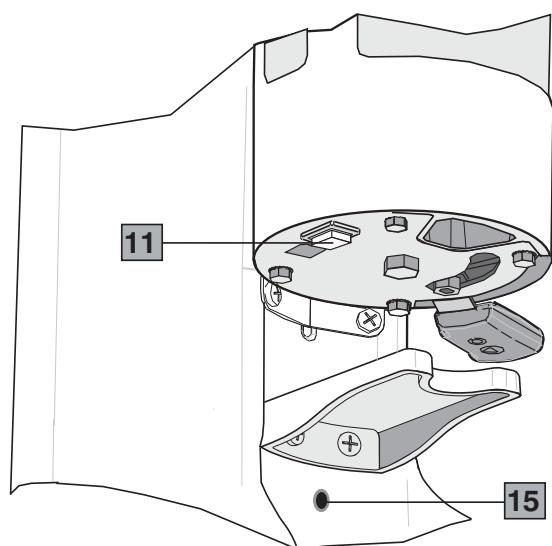
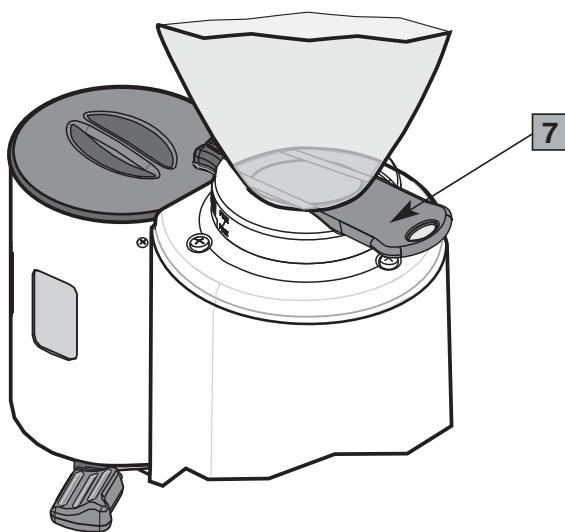

Fig. 3
Fig. 4
L'apparecchio non si accende.	<ul style="list-style-type: none"> • Controllare che la spina sia inserita. • Controllare che l'interruttore di protezione a muro sia acceso. • Controllare che l'interruttore dell'apparecchio sia su ON. • Se il problema si manifesta dopo un lungo periodo di uso intensivo, è possibile che il motore sia in protezione termica! Attendere almeno 20 minuti e riprovare. Si può ridurre il tempo di attesa posizionando l'apparecchio in un posto fresco. • Se il problema si manifesta in seguito ad un sovraccarico è possibile che il motore sia in protezione amperometrica! Premere il tasto del disgiuntore (15 Fig. 3) posto sotto la forcella di appoggio dell'apparecchio (dispositivo non di serie su tutti i modelli). • Modello automatico: Controllare che il dosatore non sia al massimo della sua capacità. In questo caso azionare la leva dosatore con almeno sei dosi e verificare se si accende dopo aver rimosso una certa quantità di polvere. • Modello automatico: Controllare che la paletta di arresto sia libera di muoversi.
Main parts (Fig. 1, Fig. 2, Fig. 3, Fig. 4)
6. Make sure that the bean hopper is correctly positioned and that its shutter is open (7 Fig. 4).